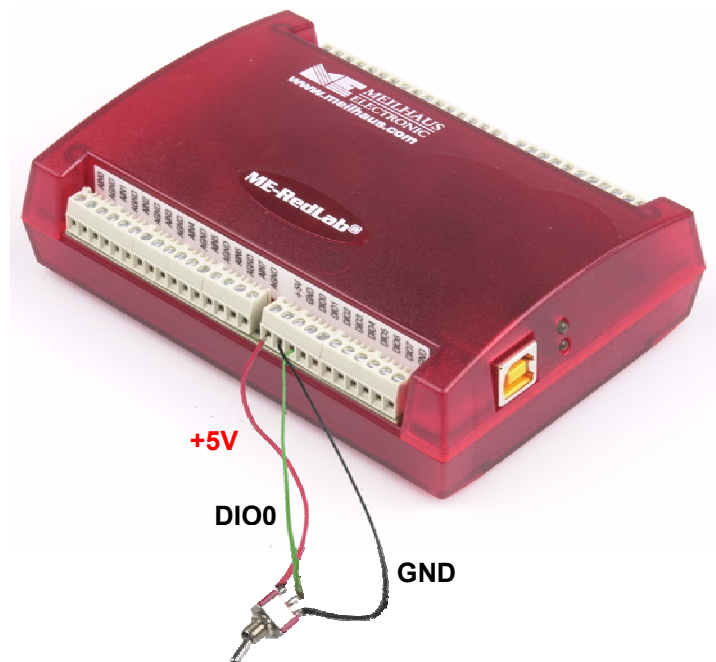
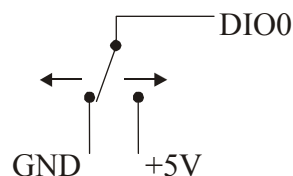

Abb. 6. Digitale Verbindung von Anschluss DIO zur Erkennung eines Schalterstatus
Abb. 7. Erkennung der Schalterstellung durch den digitalen Kanal DIO0
Die digitalen E/A-Anschlüsse des RedLab 1208HS-4AO können auch zur Erfassung des Zustands von TTL-Eingängen genutzt werden. In Abbildung 6 finden Sie die entsprechende Schaltung und in Abbildung 7 eine schematische Darstellung. Wenn Sie den Schalter auf den +5V-Eingang legen, liest Anschluss A0 *WAHR* (1). Wird der Schalter auf GND gestellt, liest DIO0 *FALSCH* (0).